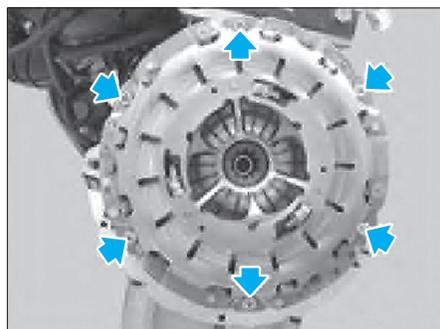

Fig. 2
- les vis (flèches) et dégager le mécanisme d'embrayage du volant moteur (Fig.2),